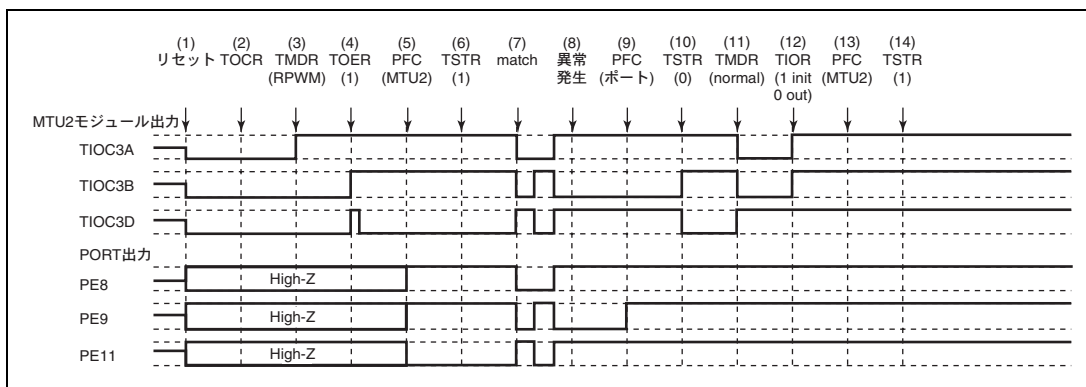

図 12.140 リセット同期 PWM モードで異常が発生し、ノーマルモードで復帰する場合
リセット同期 PWM モードで異常が発生し、再設定後ノーマルモードで再スタートする場合の説明図を図 12.140 に示します。
- (1) ~ (10) は図 12.140 と共通です。
- (11) PWM モード 1 を設定してください (本モジュール出力は正相側がローレベル、逆相側がハイレベルとなります)。
- (12) TIOR で端子を初期化してください (PWM モード 1 では TIOC*B 側は初期化されません)。
- (13) 汎用入出力ポートで本モジュール出力としてください。
- (14) TSTR で再スタートします。
(28) リセット同期 PWM モードで動作中に異常が発生し、相補 PWM モードで再スタートする場合の動作
- (11) TOER でチャンネル 3、4 の出力を禁止してください。
- (12) TOCR で相補 PWM の出力レベルと周期出力の許可禁止を選択してください。
- (13) 相補 PWM を設定します（本モジュールの周期出力端子はローレベルになります）。
- (14) TOER でチャンネル 3、4 の出力を許可してください。
- (15) 汎用入出力ポートで本モジュール出力としてください。
- (16) TSTR で再スタートします。
(29) リセット同期 PWM モードで動作中に異常が発生し、リセット同期 PWM モードで再スタートする場合の動作
- (11) 汎用入出力ポートで本モジュール出力としてください。
- (12) TSTR で再スタートします。
- (13) コンペアマッチの発生によりリセット同期 PWM 波形を出力します。